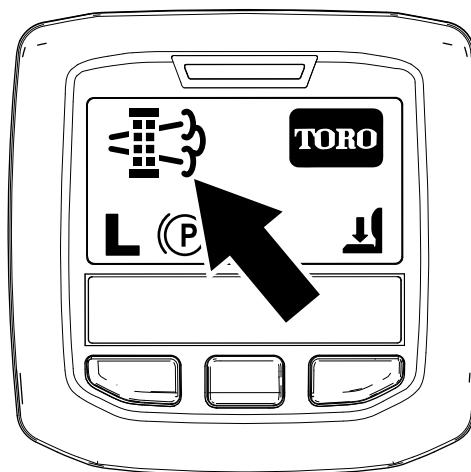

Figura 39
- Cuando el ordenador del motor solicita una regeneración con la máquina aparcada o una regeneración de recuperación, aparece el icono de solicitud de regeneración (Figura 39) en el InfoCenter.